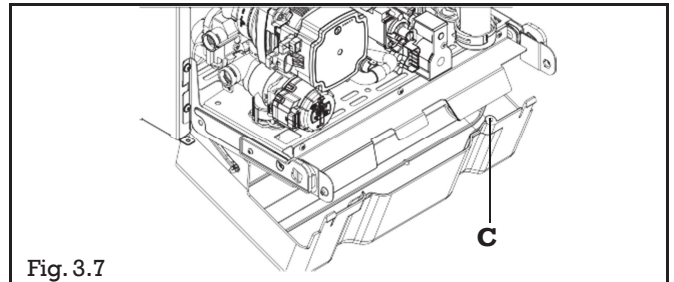

Fig. 3.7
- svitare le viti di fissaggio (C) della copertura raccordi (fig. 3.7)